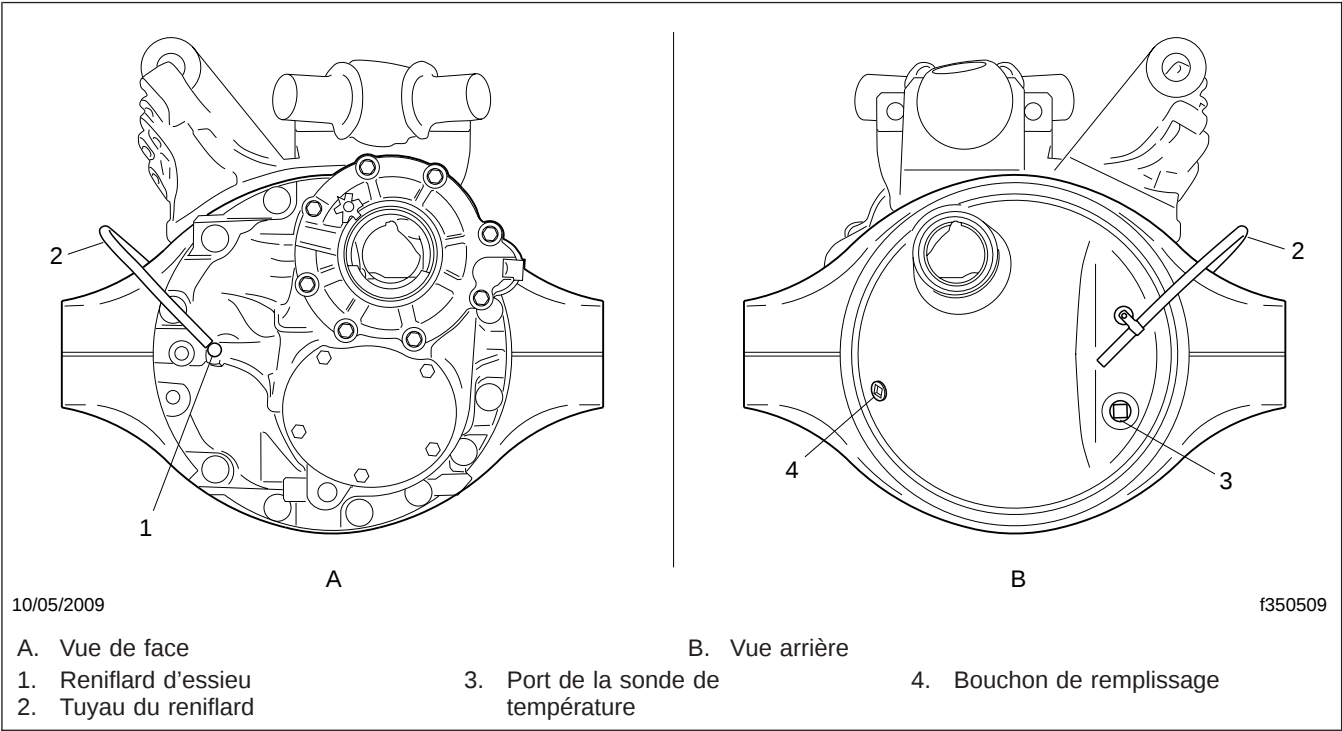

Fig. 3, Essieu tandem Freightliner (essieu avant illustré)
2. Nettoyez le bouchon de remplissage et la zone qui l'entoure. Dans le couvercle arrière du carter de pont, retirez le bouchon de l'orifice de remplissage. Voir la **figure 3**.